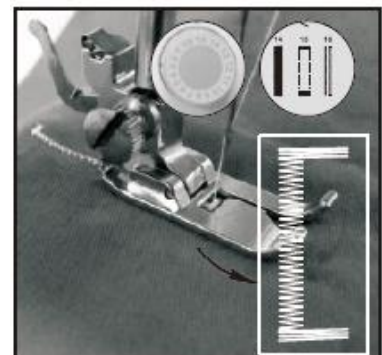

Fig.17
- 4) Kies de 15e steek, schakel het apparaat in, naai 5-6 steken op een lage snelheid en schakel het apparaat dan uit (Fig. 17).